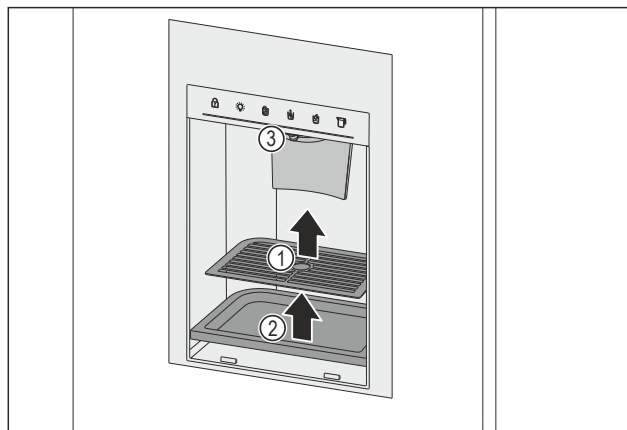

Fig. 150 Het lekrooster en de lekbak verwijderen
- ▶ Lekrooster Fig. 150 (1) verwijderen.
- ▶ Lekbak Fig. 150 (2) verwijderen.
- ▶ Reinig de uitloop Fig. 150 (3) en de omgeving met een zachte, schone doek, lauwwarm water en een beetje afwasmiddel.